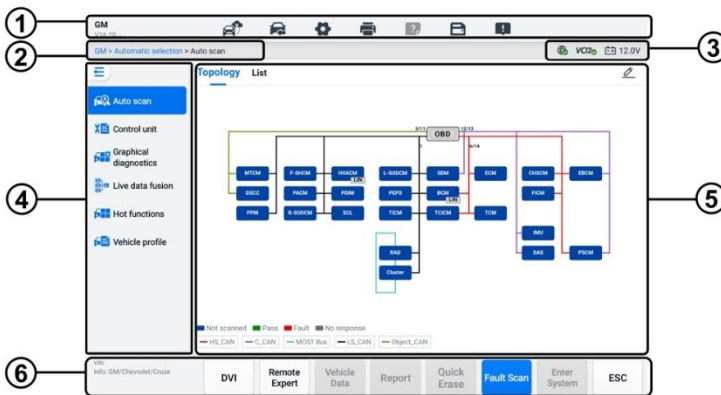

Figura 6-8 *Skrin tal-Menù Prinċipali tad-Dijanjostika*
L-iskrin tal-Menù Prinċipali tad-Dijanjostika (ara Figura 6-8 Skrin tal-Menù Prinċipali tad-Dijanjostika) jinnaviga l-utenti biex iwettqu qari tal-kodiċijiet, iħassru l-kodiċijiet, jew iwettqu funzjonijiet komprensivi ta' dijanjostika tal-karozzi, eċċ. Wara li tintgħażel il-funzjoni, it-tablet jistabbilixxi komunikazzjoni mal-vettura permezz tal-VCI2, u jidhrol fil-
1. Tektek il-buttuna tal-applikazzjoni **tad-Dijanjestika** fuq il-Menu tax-Xogħol ta' MaxiSys. Aghżel l-informazzjoni korrispondenti tal-vettura u daħħal l-iskrin tal-Menu Prinċipali tad-Dijanjestika (ara Figura 6-8 *Skrin tal-Menù Prinċipali tad-Dijanjestika*).